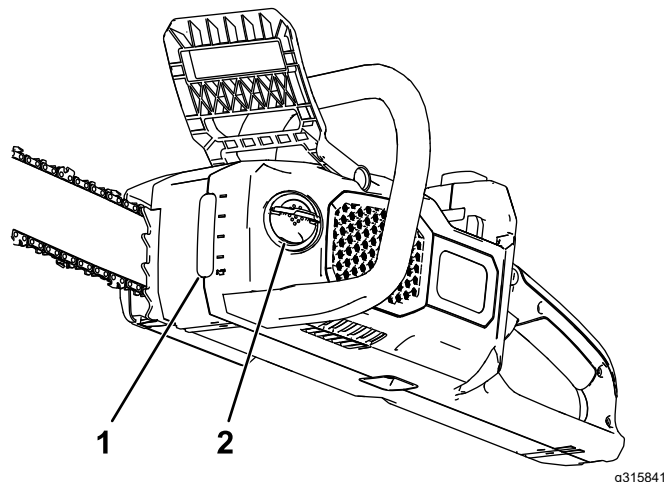

Figure 24
2. Contrôlez le niveau d'huile par le regard. Si l'huile ne recouvre pas le regard, faites l'appoint d'huile pour guide-chaîne et chaîne selon les besoins (Figure 24).
4. Nettoyez la surface autour du bouchon de remplissage d'huile (Figure 24).
5. Dépliez la languette de l'écrou à oreilles sur la languette du bouchon d'huile, et remplissez le réservoir d'huile pour guide et chaîne (Figure 24).